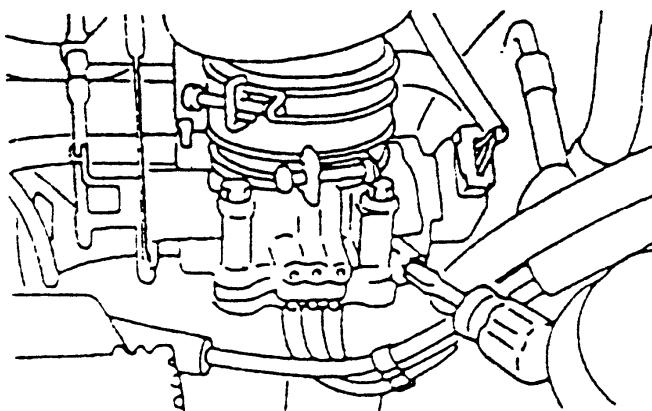

图 3-38 调整怠速调整螺栓
- (6) 发动发动机并保持在怠速运转。
- (7) 检查怠速转速。怠速转速标准值为 $750\pm50\text{r}/\text{min}$ 。当新车行驶里程在 500km 以内时, 发动机转速可能会低于标准值 20~100r/min, 但是这不需要调整。如果发动机熄火或者车辆已行驶 500km 以上而发动机怠速转速仍低于标准值, 可能是节气门有污垢, 所以必须清洁节气门。
(8) 如果怠速不在标准值内, 如图 3-38 所示, 调整怠速调整螺栓 (SAS)。如果 SAS 已完全转到底而怠速仍高于标准值时, 检查“固定 SAS”是否被转动过。如果“固定 SAS”已被转动, 则重新调整“固定 SAS”。